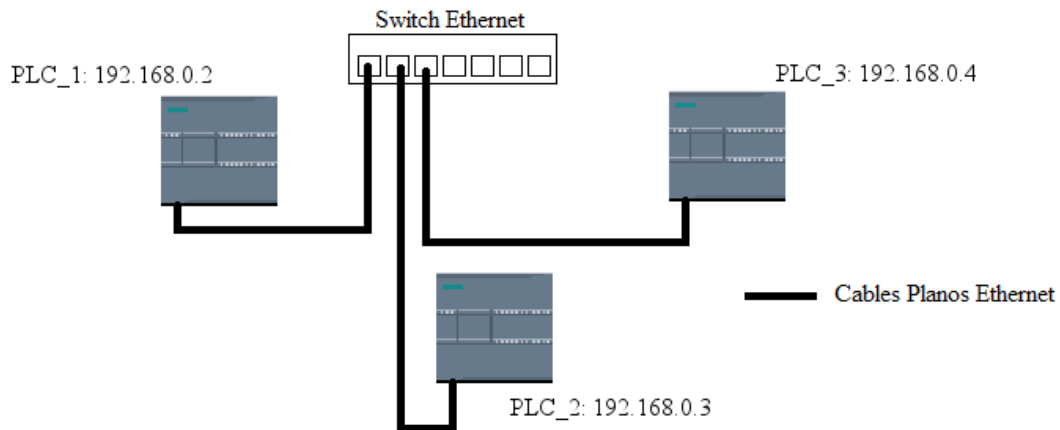

Figura 13. Red Profinet con 3 PLC S7-1200.
1. Cree un red Profinet con 3 PLCs como la mostrada en la Figura 13, la red debe operar de la siguiente forma: